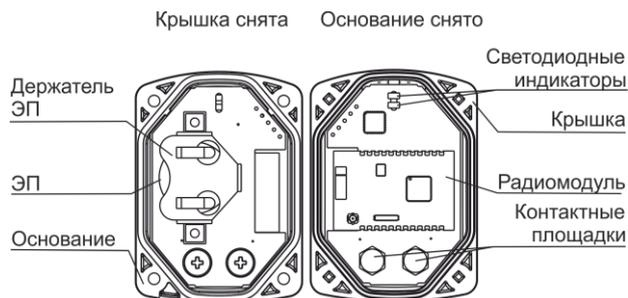

Рисунок 2
**4.1** Извещатель состоит из съемной крышки, основания и платы с радиоэлементами (рисунок 2), ЭП из комплекта поставки установлен.